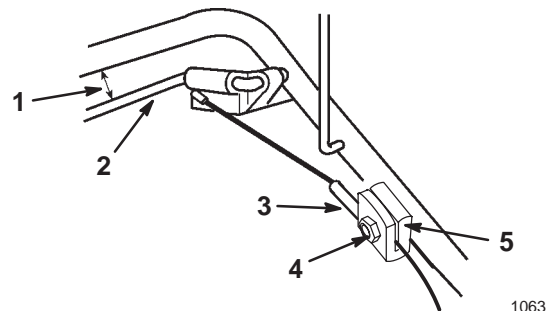

Figure 31
1. Desserrez l'écrou du support de guidage du câble (Fig. 31).
- Maintenez la barre de commande d'autotraction à 25 à 38 mm du mancheron (Fig. 31).